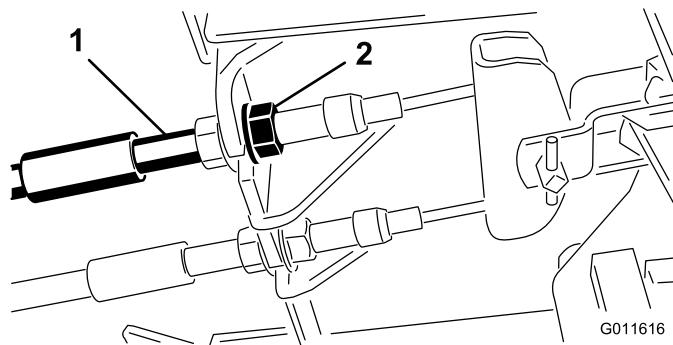

図 44
1. 遊びを減らすブレーキを締めるには、ブレーキケーブルのネジ山の前ナットをゆるめ、後ろのナットを締める(図44)。